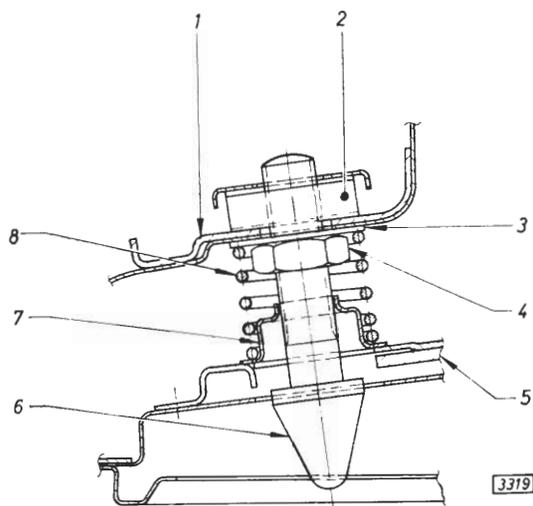

Bild 45 - Befestigung des Führungzapfens an Motorhaube
2. Führungzapfen für Haubenverschluß entsprechend Bild 45 einbauen, dabei Mutter nur so weit anziehen, daß Führungzapfen (45/6) an Haubenverstärkung (45/1) noch verschiebbar ist.